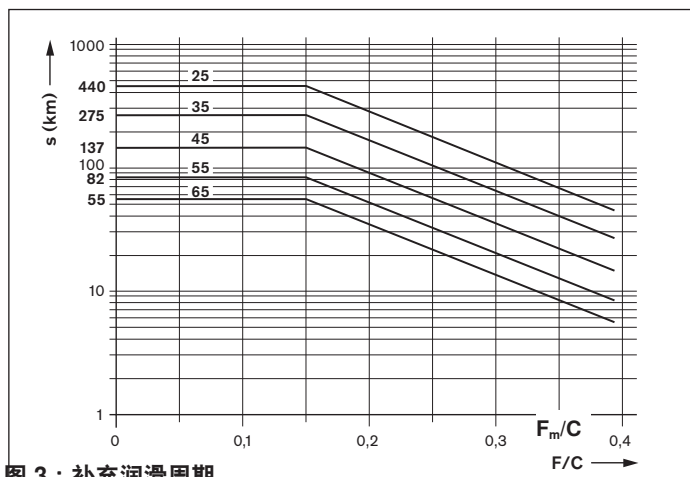

图 3：补充润滑周期
- s = 根据图 3 的补充润滑周期 (km)
- C = 额定动载荷 (N)
- Fm/C = 轴承当量动载荷 (N)